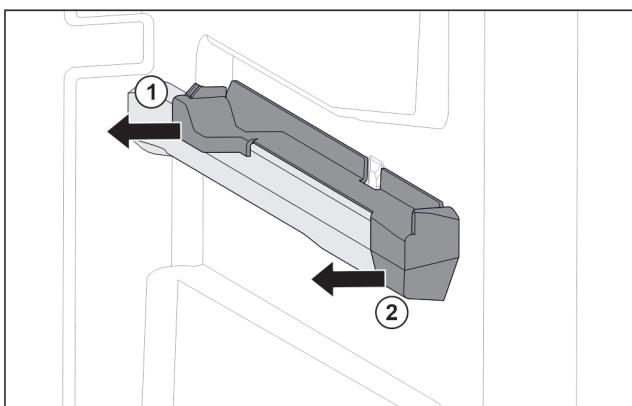

Fig. 108 Вставна частина на правому ребрі для резервуару
- Відсунути вставну частину назад вбік. Fig. 108 (1)
- Відсунути вставну частину вперед вбік. Fig. 108 (2)